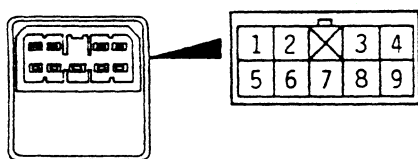

图 12-69 后视镜控制开关及其端子
(2) 检查后视镜控制开关的导通性，后视镜控制开关及其端子见图 12-69 所示，控制开关导通性见表 12-24 所示。